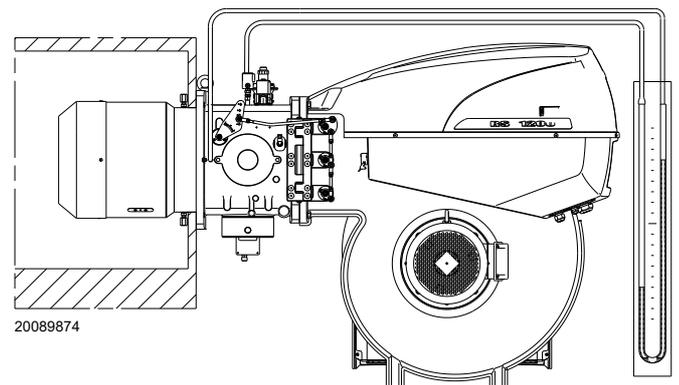

Abb. 27
- Montieren Sie ein U-Rohr-Manometer oder einen Differenzdruckmesser (Abb. 27), mit Entnahmestelle (+) am Gasdruck der Muffe und (-) in der Brennkammer. Damit soll annäherungsweise die Höchstleistung des Brenners ermittelt werden.
Das U-Rohr-Manometer (Abb. 27) zeigt den Gaseintritt an der Muffe an.